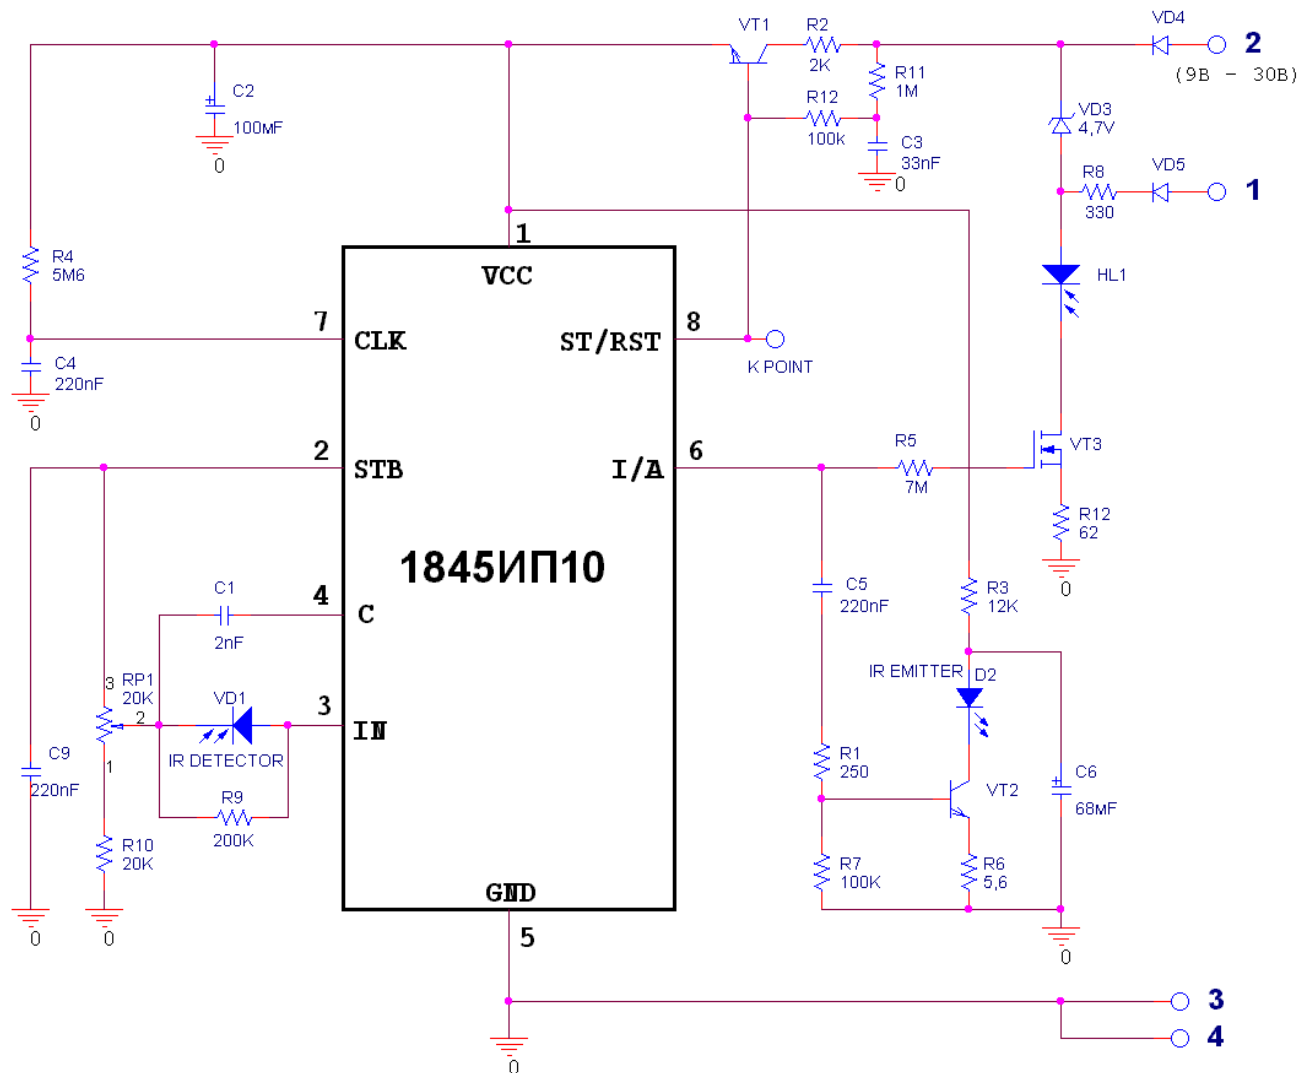

Рис.2
Временные характеристики диаграммы работы микросхемы 1845ИП10 определяются частотой работы внутреннего генератора и могут устанавливаться с помощью величины резистора, подключенного между выводами **CLK** и **VCC** и конденсатора, подключенного между выводами **CLK** и **GND** микросхемы. (см. Рис.2).
Вывод C - вход регулировки фото-усилителя. Конденсатор, подключенный к этому выводу согласно (Рис.2) определяет коэффициент усиления фото-усилителя. Коэффициент усиления рассчитывается по формуле  $K_u = 1 + (C1/10)$ , где C1 – емкость конденсатора C1 в пФ.
**Основные характеристики микросхемы 1845ИП10** (Вкл. согласно Рис.2: R4=5M6, C4=220nF, T=25°C)